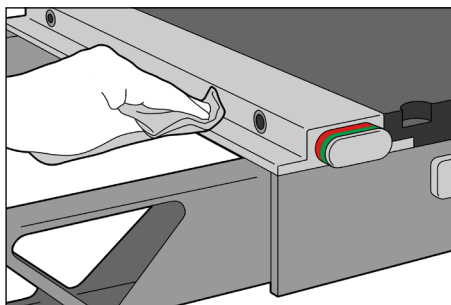

Fig. 2
2. Tørk av lo eller smuss på utsiden av låsen. (Fig. 2)